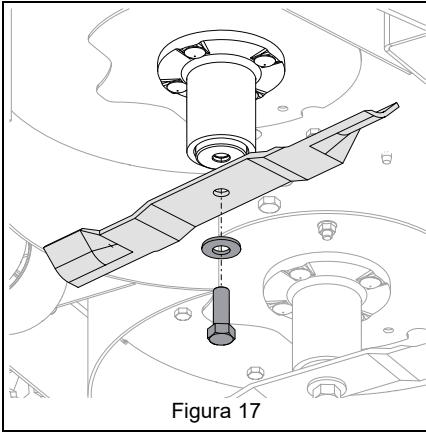

Figura 17
3. Extraiga la tornillería que sujeta las cuchillas a los vástagos y extraiga las cuchillas. Conserve toda la tornillería para volver a montarla posteriormente. Consulte Figura 17.
Consulte Figura 17.